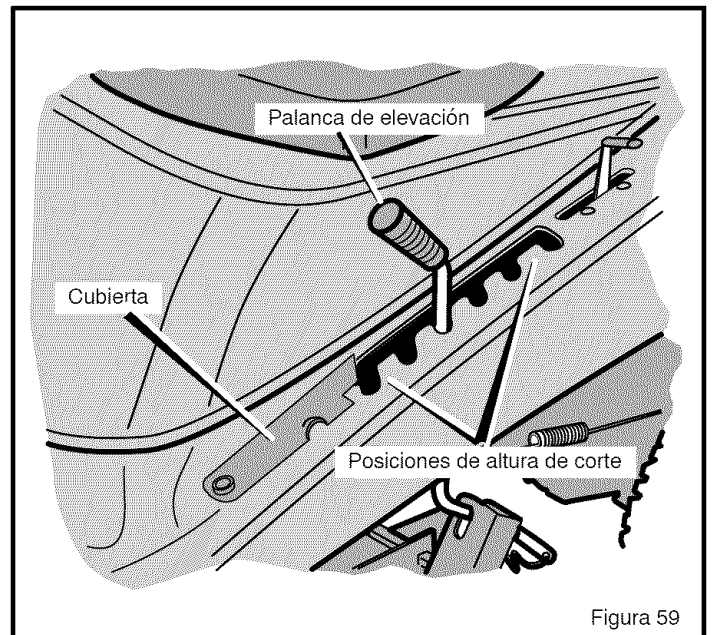

Figura 59
7. Levante la **palanca de elevación** desde la posición de AJUSTE DE NIVEL hasta la posición de ALTURA DE CORTE (Figura 59).